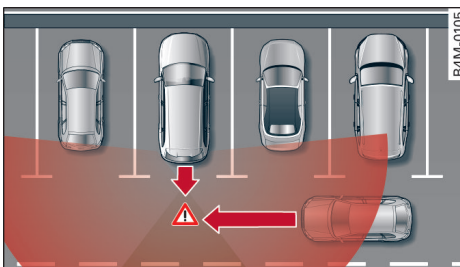

图 128 装有后部交叉车流辅助时的感应器覆盖范围
借助车尾的雷达感应器，后部交叉车流辅助监控车后和车周侧面的环境。系统可以识别接近的运动物体，如车辆等 ⇨ 图 128。在驶离停车位时，通过 MMI ① 中的一个显示和不同警告向您提供支持。
- 感应器探测区域⇨图 128 只是示意显示，展示的不是成比例的感应器作用范围。